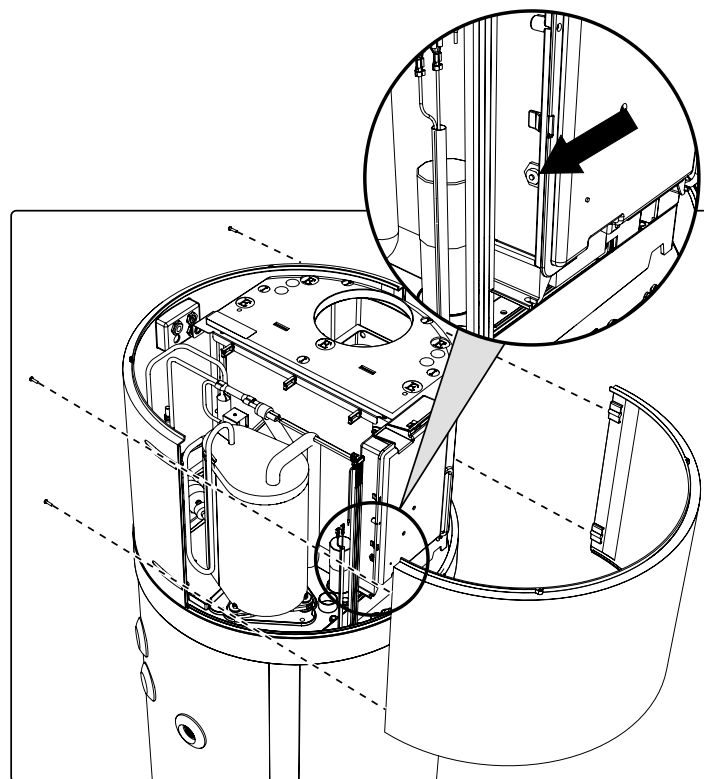

fig. 30- Borttagning av frontpanel
- Ta bort frontpanelen och återställ det utlösta överhettningsskyddet manuellt (fig. 30). Om skyddet utlöses åker det mittersta stiftet ut ca 2 mm.